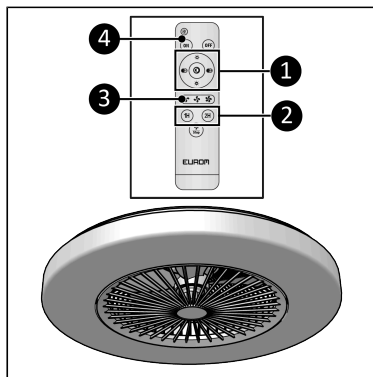

Figure 67.
1. Appuyez sur la touche LED ON (Figure 67, pos. 4).
2. Ajustez les réglages de lumière souhaités avec (Figure 67, pos. 1) :
1. Appuyez sur la touche de vitesse du ventilateur jusqu'à ce que la vitesse souhaitée soit atteinte (Figure 67, pos. 3):
1. Utilisez les touches 1H ou 2H pour régler la minuterie comme vous le souhaitez (Figure 67, pos. 2).